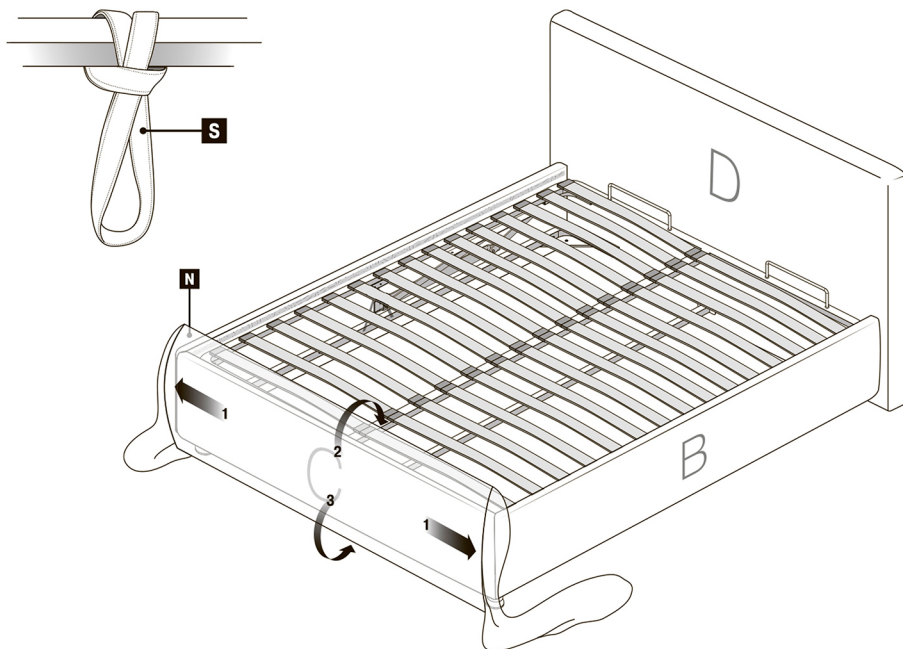

Рис. 9 Натяжка чехла на периметр кровати и закрепление ручки
2. Наденьте чехол на центральную царгу **C**: наденьте чехол сначала на углы **1** так чтобы они совпадали с углами кровати, затем посадите центральную часть чехла на контактную ленту, расположенную с внутренней стороны царги **2** и нижней стороны **3** (рис. 9)
4. Закрепите кольцо в центре рамы, сделав ручку **S** для легкого поднятия ортопедической решетки (рис. 9)